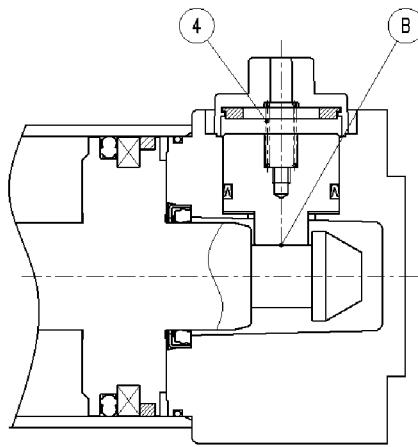

図 2
- (b) さらにシリンダのピストンがストロークエンドに近づき、スリープの溝Ⓑがストッパピストンの位置まで来るとストッパピストンはばね④によって押し戻され、ストッパピストンが溝に入り込みロックされます。(図2)